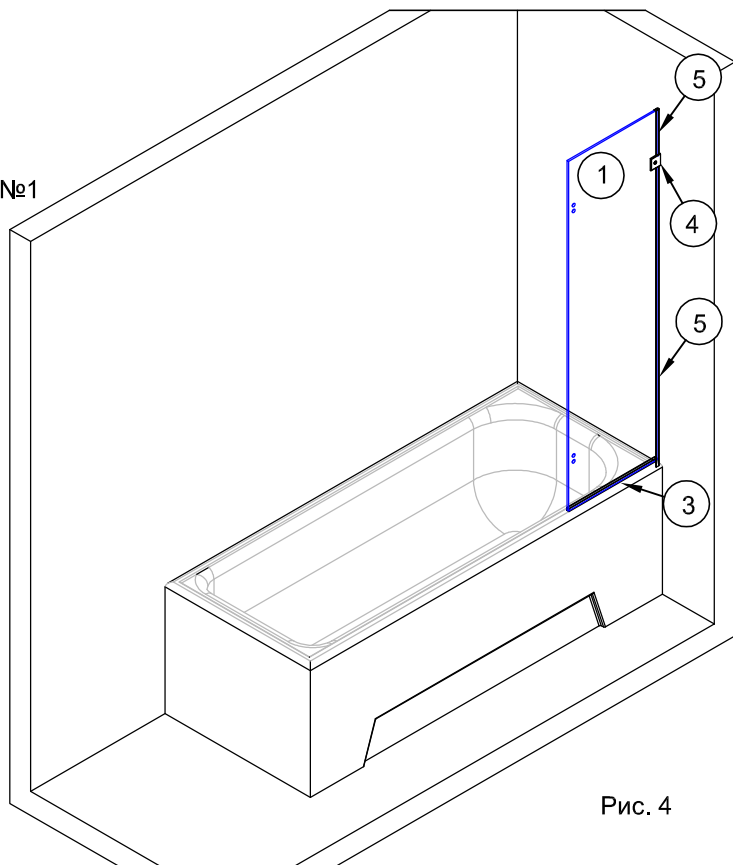

Рис. 4
2.6. В середину профиля №3 нанести силиконовый герметик. Количество герметика рассчитать на заполнение щелей между профилем и стеклом (рис.4).